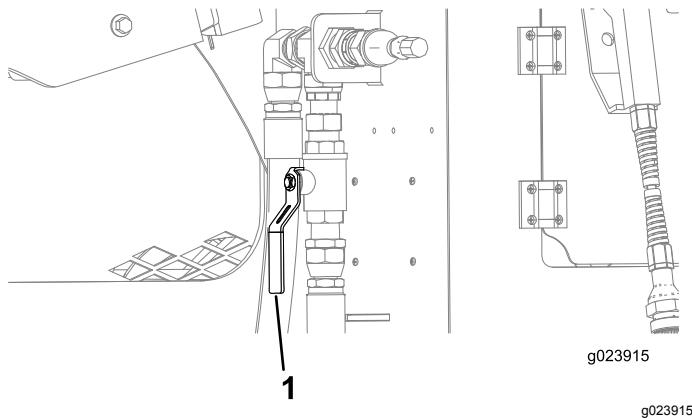

Рисунок 131
- Откройте клапан рядом с задним отсеком (Рисунок 131).